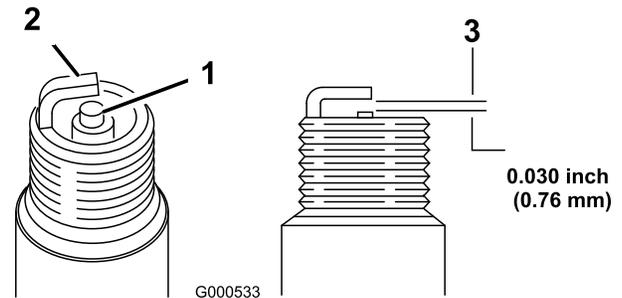

Figura 21
5. Ajuste el espacio entre los electrodos a 0,76 mm (0,030"); consulte Figura 21.